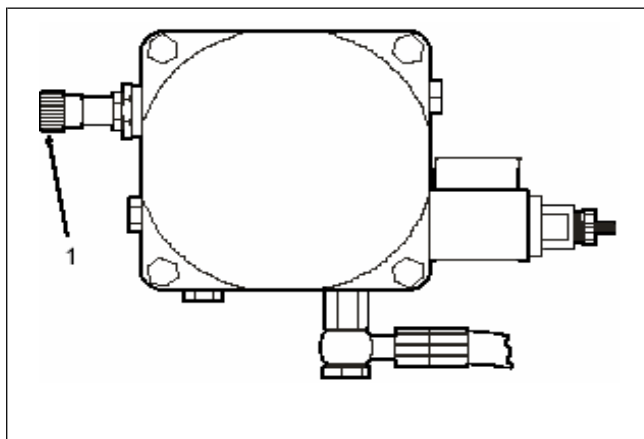

Рис. 16.
- Предохранительный клапан ограничения максимального давления (п.1, Рис. 16), расположенный на силовом гидроузле и срабатывающий при превышении значения максимальной грузоподъемности;